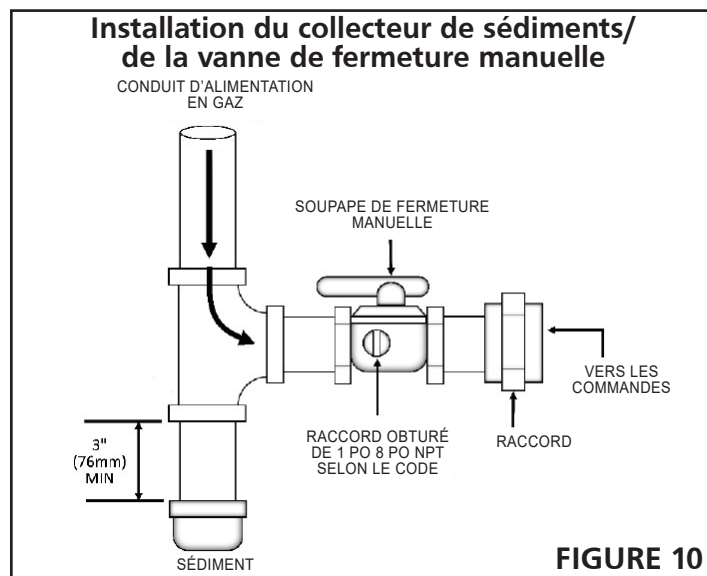

FIGURE 10
7. Installez un raccord et un robinet d'arrêt manuel à côté de l'appareil pour un arrêt d'urgence et un entretien facile des commandes, y compris un raccord NPT obstrué de 1/8 po accessible pour le raccordement d'une jauge de test. Consultez la Figure 10.
9. Prévoyez un piège à sédiments aussi près que possible de l'appareil. Consultez la Figure 10.